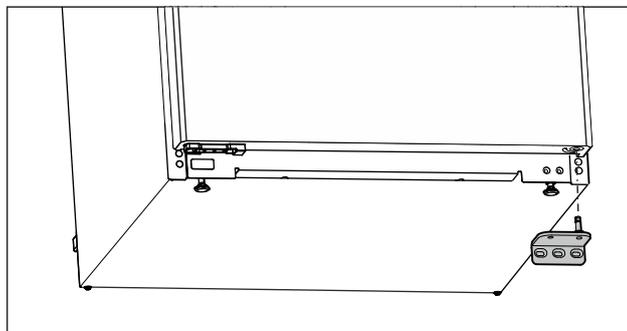

Fig. 13
- Rimuovere il blocco di supporto verso il basso. (vedere Fig. 13)